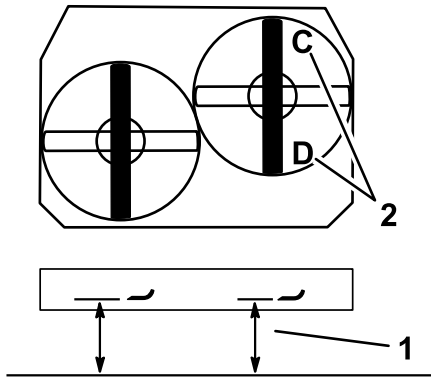

Bild 80
1. Stellen Sie das rechte Schnittmesser in Längsrichtung (Bild 80).
2. Messen Sie das rechte Messer an der Stelle C von einer ebenen Oberfläche bis zur Schnittkante der Messerspitze und notieren Sie den Wert (Bild 80).
3. Messen Sie das rechte Messer an der Stelle D von einer ebenen Oberfläche bis zur Schnittkante der Messerspitze und notieren Sie den Wert (Bild 80).
(Bild 80). Sollte die Einstellung nicht richtig sein, machen Sie mit den folgenden Schritten weiter.
2. Stellen Sie das rechte Schnittmesser in Längsrichtung (Bild 80).